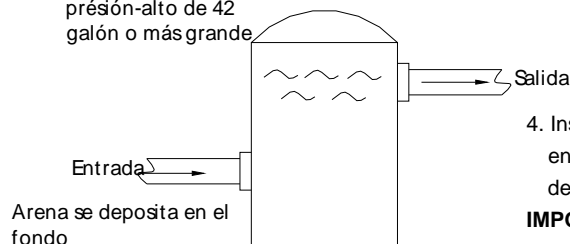

Figura 6
**NOTA:** Para cantidades pesados de sedimentos, instale un filtro de la trampa en el lado de entrada de la bomba (vea Figura 6).